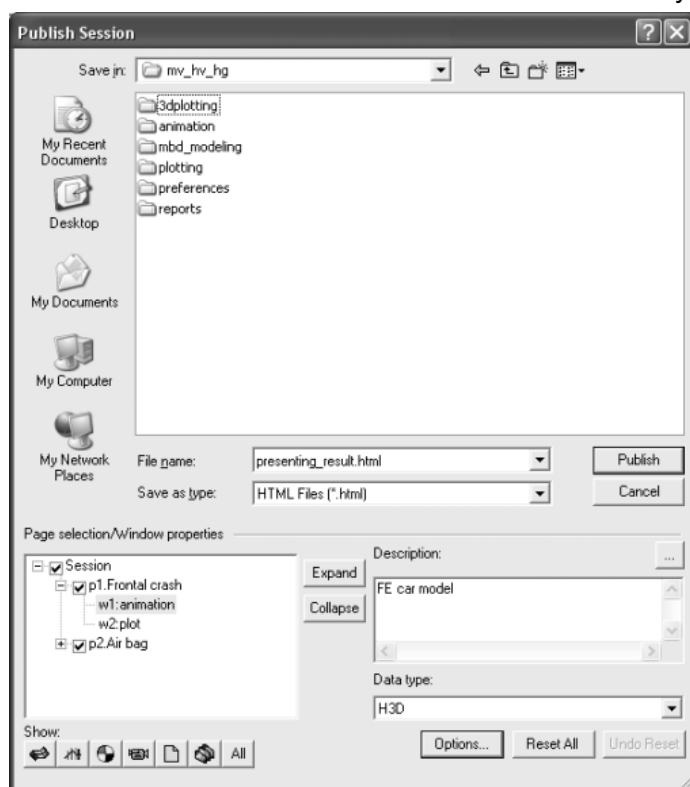

图 13-44 Publish Session 对话框
- (1) 回到 HyperView 当前作业中。
- (2) 在 File 菜单中选择 Publish Session，打开如图 13-44 所示的对话框。
(3) 在 Page Selection/Window Properties 中，单击 p1.frontal crash 前的“+”以展开模型树。